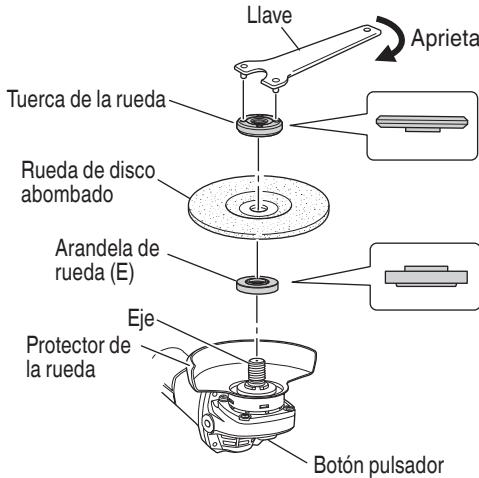

Fig. 17
4. Antes de montar la rueda de disco abombado, inspeccione atentamente para comprobar que se encuentre libre de grietas, hendiduras y otras anomalías. Asegúrese de que haya quedado firmemente fijada y que esté correctamente instalada. Consulte "Montaje y desmontaje de la rueda con centro hundido" (Fig. 17).
Apriete la tuerca de la rueda utilizando la llave suministrada como se muestra en la Fig. 17.